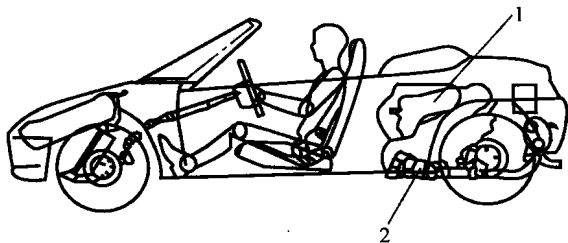

图 1-7 发动机中置后轮驱动(MR 型)
(4) 发动机中置后轮驱动(MR 型)。发动机中置后轮驱动(MR 型)方式如图 1-7 所示，发动机、离合器和变速器布置在前、后轴之间，靠近后轴，使前、后轴的质量得到理想分配。这种布置方式的优缺点介于 FF 型和 FR 型之间。广泛应用于赛车，部分大、中型客车也有采用这种布置方式的。